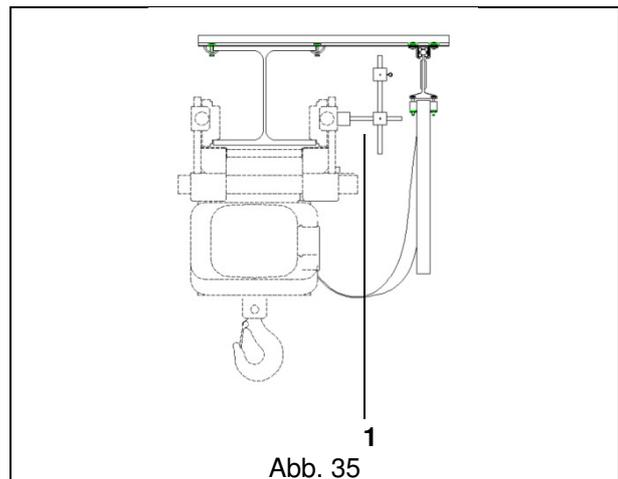

Abb. 35
- Den Zugarm mit dem elastischen Band **1** auf der Laufkatze für den Zug montieren, auf der Seite der Kanäle für die Schleppkabel. (Abb. 35)